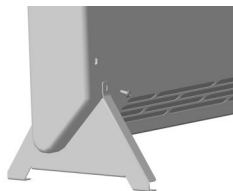

Рис. 4
1. Перед началом эксплуатации конвектора достать из упаковки комплект ножек и винты-саморезы. Установить ножки на нижнюю часть конвектора, вставив выступ ножки в прорезь на передней панели конвектора, после чего завести остальную часть ножки во вторую прорезь на передней панели. Зафиксировать ножки винтами-саморезами, прикрутив их через специальные отверстия к задней панели (см. рис. 4).